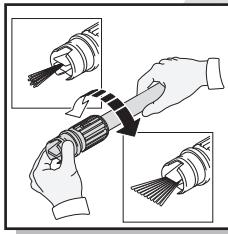

Fig. 7
- En utilisant la lance ajustable de spray, le modèle de spray et l'intensité peut être contrôlé selon le pouvoir d'eau nécessaire pour chaque tâche en tordant le jet de spray à la fin éloignée de la lance (la fig. 7). Ceux-ci peuvent être utilisés pour balayer des feuilles ou le débris des surfaces ou courber plates. Cette lance a la plus grande variété d'applications comme le degré de ventilateur tient le compte de la bonne pression d'impact et la couverture de nettoyage.